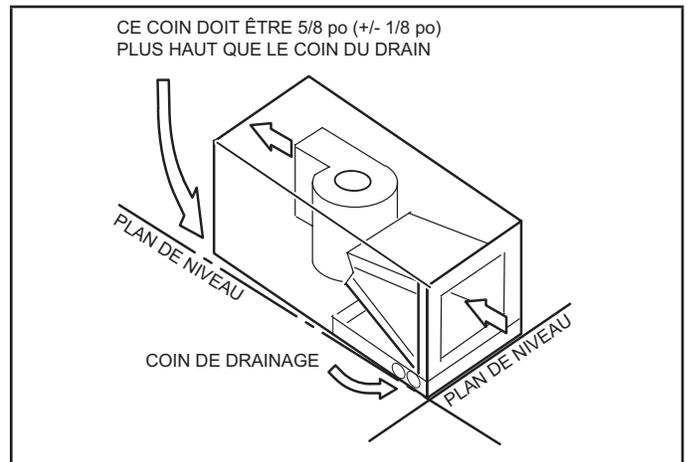

FIGURE 7. Inclinaison de l'unité pour un drainage correct
- 3 - Placez l'appareil de manière à ce qu'il soit incliné vers l'extrémité du bac de drainage et de niveau de l'avant à l'arrière de l'appareil (voir figure 7).